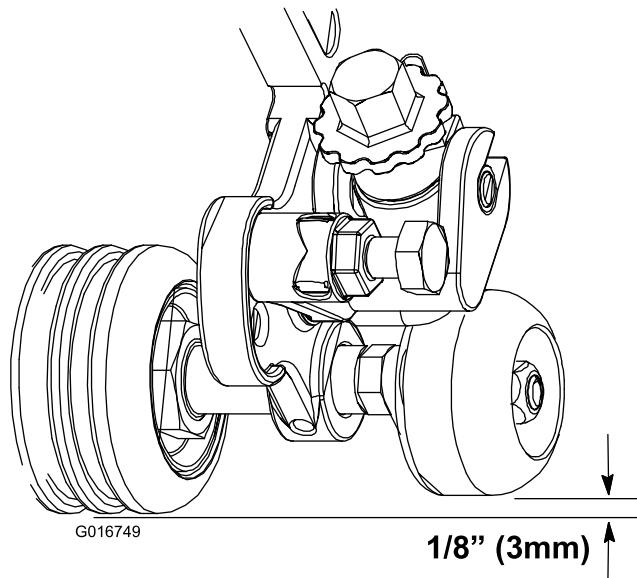

Bild 2
6. Drehen Sie die Rolle nach unten, bis sie um 3 mm höher als die vordere Rolle ist (Bild 2).